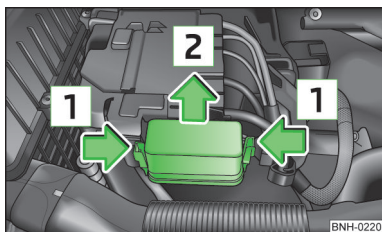
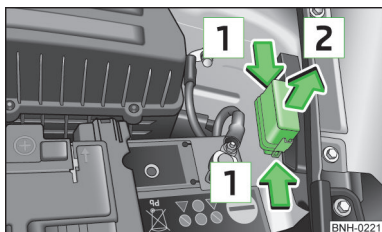

Fig. 165
Fig. 166
- > Comprimați simultan tastele de blocare în sensul săgeții **1** » fig. 165, respectiv » fig. 166.